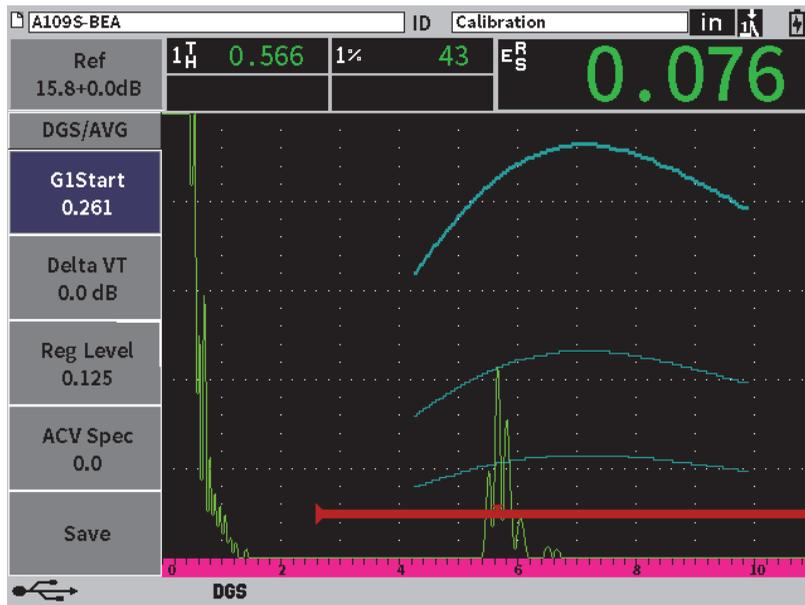

図 11-21 画面上の DGS/AVG カーブ
基準反射源を捉えた後、EPOCH 6LT は自動的に DGS/AVG カーブを計算し、それらのカーブを画面上に正しい検出レベルで表示します（199 ページの図 11-21 参照）。
1. DGS/AVG サブメニューでタブキーを押して Delta VT を選択します（199 ページの図 11-21 参照）。